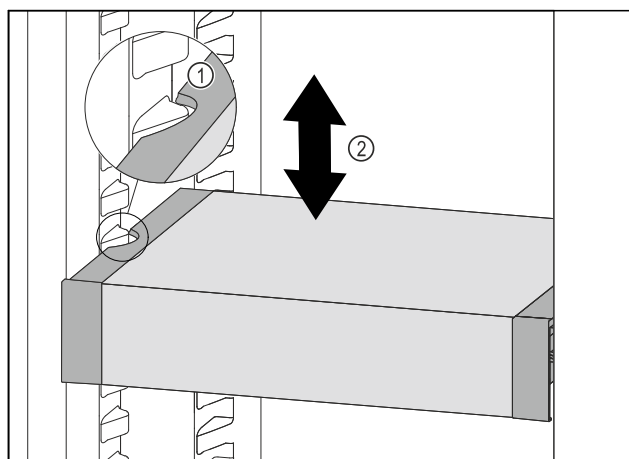

Fig. 82
- ▶ Táhněte VarioSafe dopředu, dokud nebudou boční vybrání VarioSafe na úrovni žebrování na nádoby v chladničce. Fig. 82 (1)
- ▶ Posouvejte VarioSafe v chladničce nahoru nebo dolů, dokud nedosáhnete požadované výšky. Fig. 82 (2)